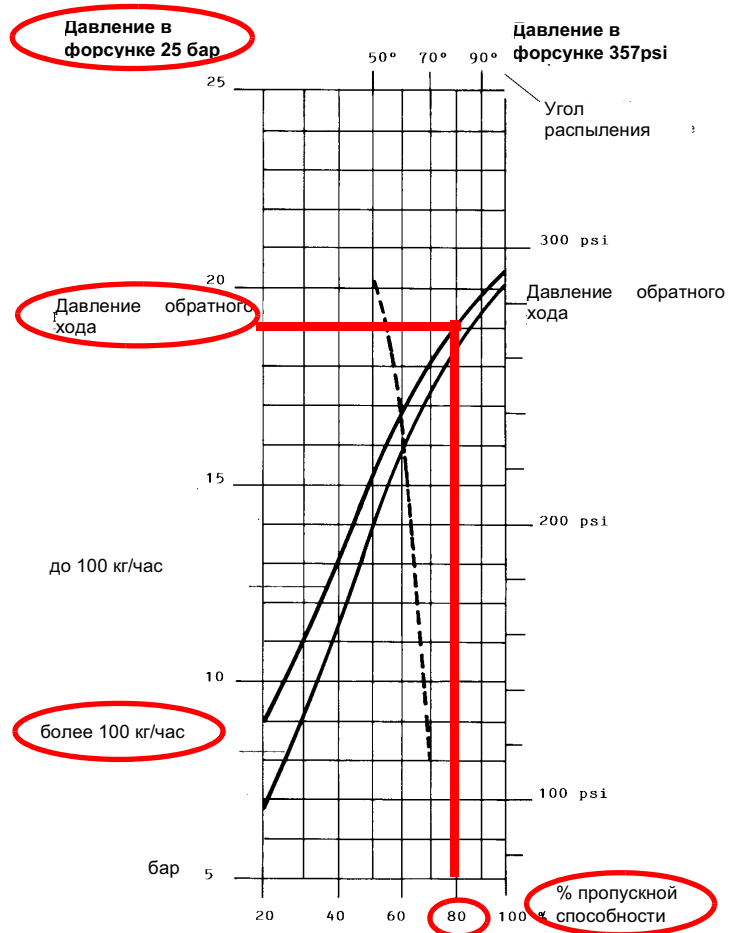

Рис. 10
**Пример :** 80% номинального расхода на форсунке можно получить, если установлены форсунки с расходом более 100 кг/час, при давлении на обратном ходе примерно равном 18 бар (см. график на Рис. 10).